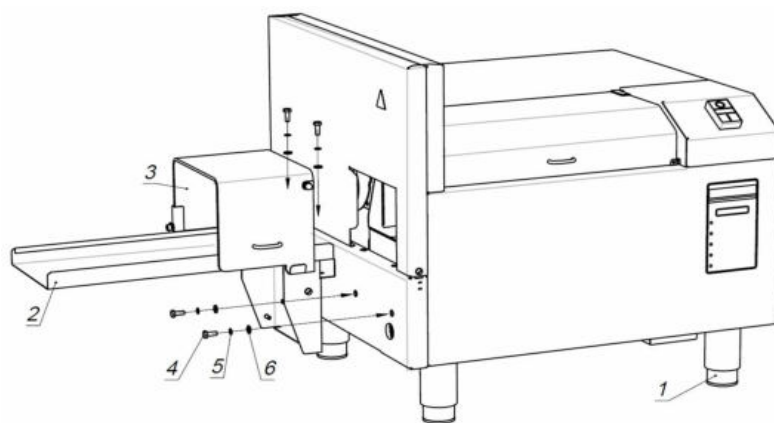
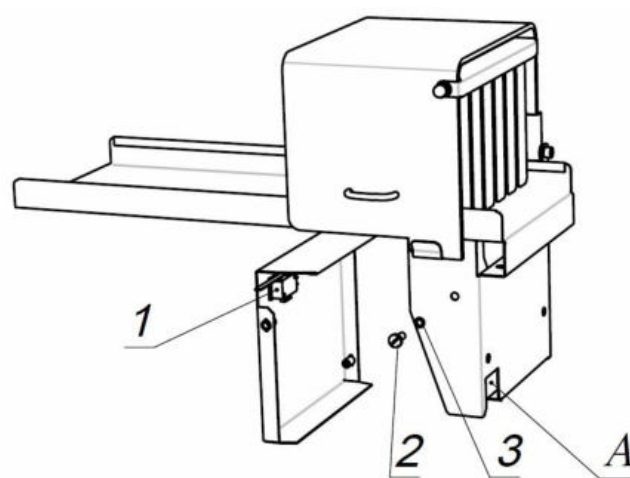
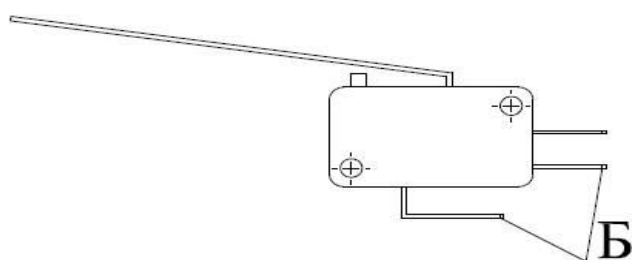

Рис.1
Рис. 2
Рис. 3
- Вкрутить съёмные части ножек (поз. 1) (рис. 1).
- Протянуть провод питания микровыключателя через паз А (рис. 2) в платформе (поз. 2) (рис. 1) и монтировать наконечники проводов на соответствующие клеммы Б (рис. 3).
- Платформу для сбора хлеба (поз. 2) (рис. 1) крепить к корпусу хлеборезки при помощи крепежа М6 (болт М6х14, шайба 6, гровер 6) (поз. 4, 5, 6) - 4 шт.
- Крышку с микровыключателем (поз. 1) (рис. 2) привернуть к платформе (поз. 2) (рис. 1) при помощи крепежа М5 (винт М6х14, гровер 6) (поз. 2, 3) - 2 шт.
5.2.4. Нарезанный хлеб собирается на платформе. Чтобы взять его необходимо открыть предохранительную крышку (поз.3) (рис. 1).